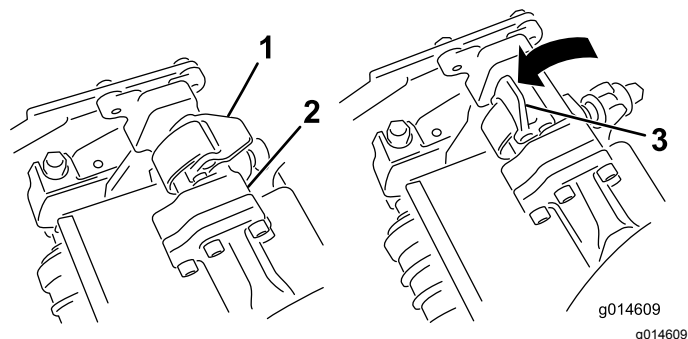

Figura 49
4. Con i fermi del braccio di sospensione rivolti verso l'alto (cioè aperti) (Figura 49), premete il braccio di sospensione verso il basso in modo che la barra si inserisca nella barra della parte superiore dell'apparato di taglio (Figura 50).
5. Chiudete i fermi spostandoli verso il basso e attorno alla barra dell'apparato di taglio, quindi bloccateli in posizione (Figura 49).
5. Aprite i fermi sulla barra del braccio di sospensione dell'apparato di taglio che state rimuovendo (Figura 49).